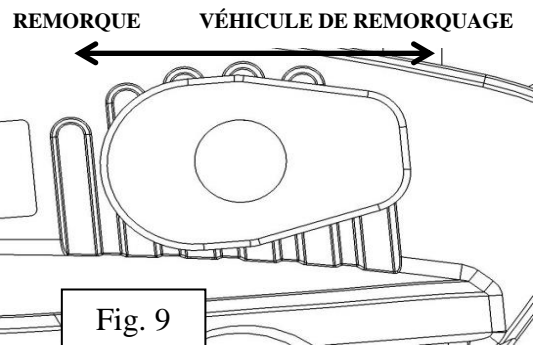

Fig. 9
- Régler l'angle de la monture de boule en alignant la rondelle dentée sur les sillons de la monture, comme illustré à la Fig. 9. **Nota : Utiliser cet angle de monture de boule comme point de départ. Pour régler l'angle de la tête, placer la rondelle dentée dans les sillons qui donneront l'angle de tête voulu. Voir la page 9 concernant le guide de réglage.**